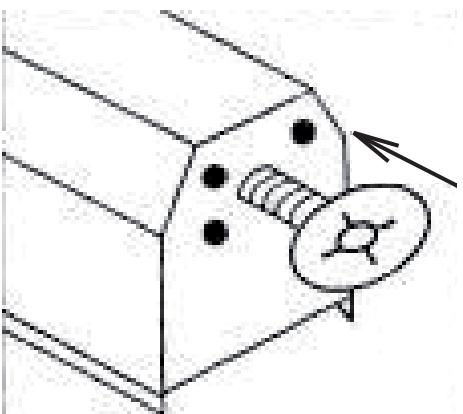

Рис. 11
3. З'єднайте центральний отвір планшайби з різбою шпинделя (рис. 11).